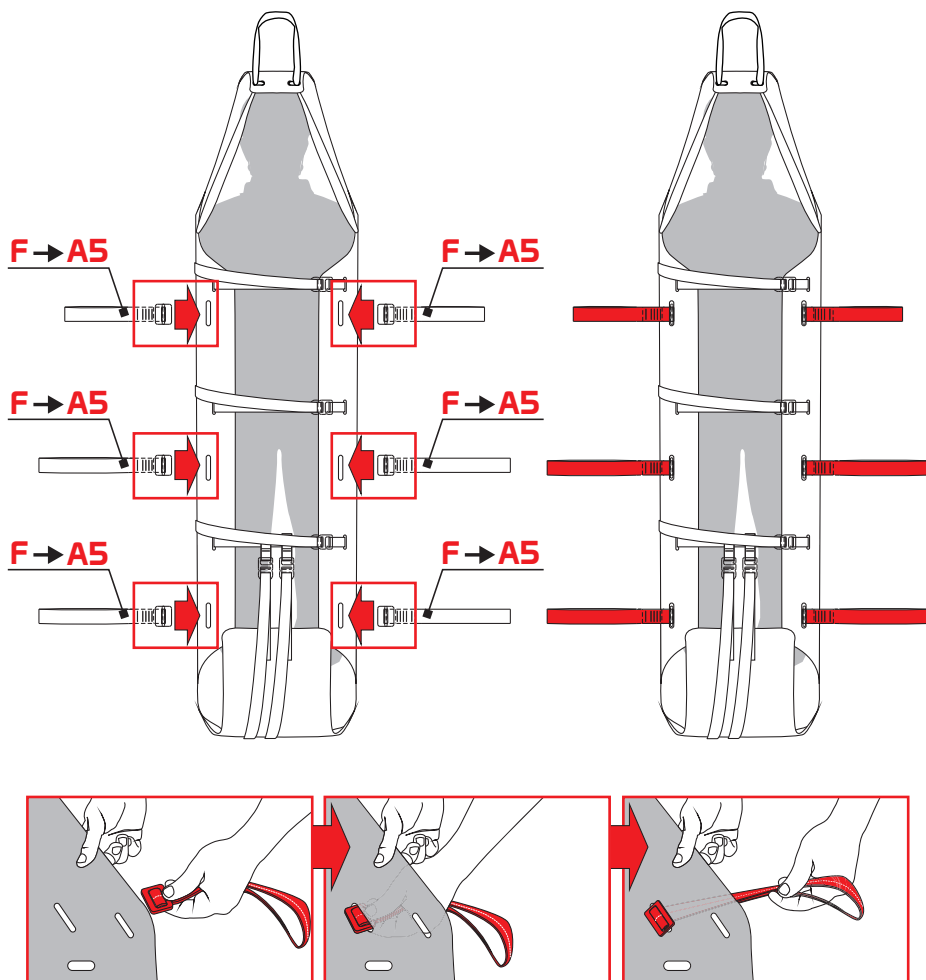

Fig.10
- a) trasporto manuale: inserire le maniglie laterali (F) nelle asole A5 del piano di appoggio (fig. 10) - Nota: si consiglia di inserire la coppia di maniglie più corte nelle asole posizionate in prossimità del busto del paziente per mantenere la testa più in alto rispetto ai piedi.